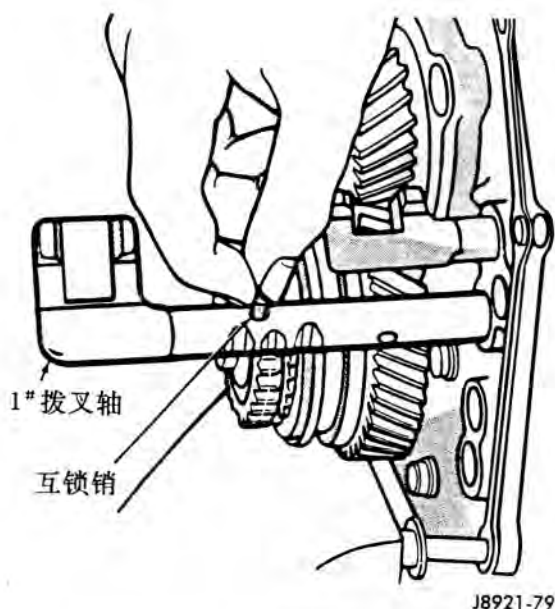

图 79 在 1st 拨叉轴上安装互锁销
(7) 把小一点直径的互锁销安装到 1st 拨叉轴上 (图 79)。